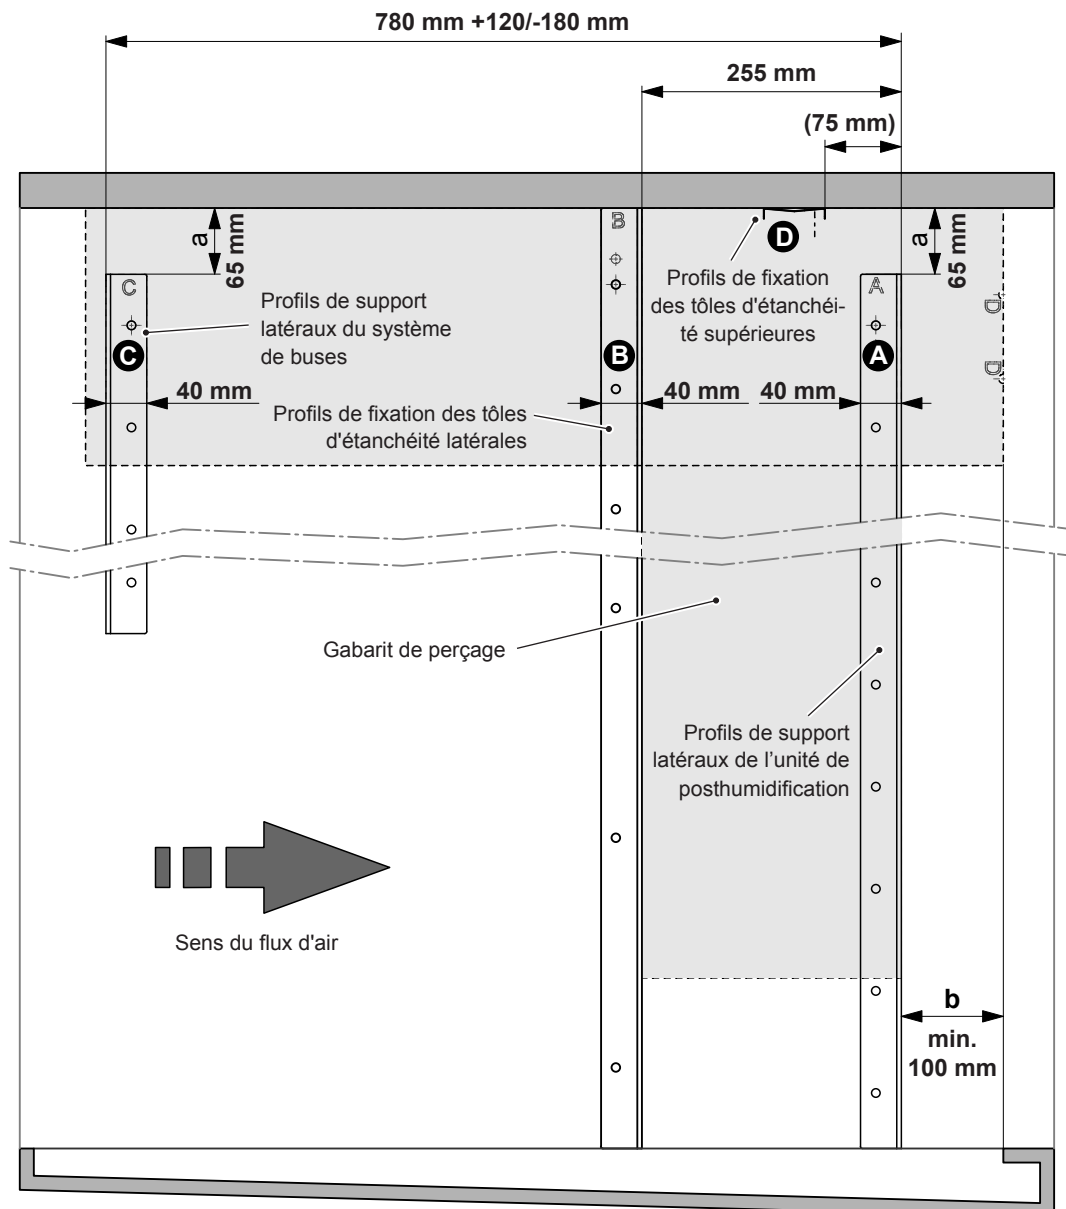
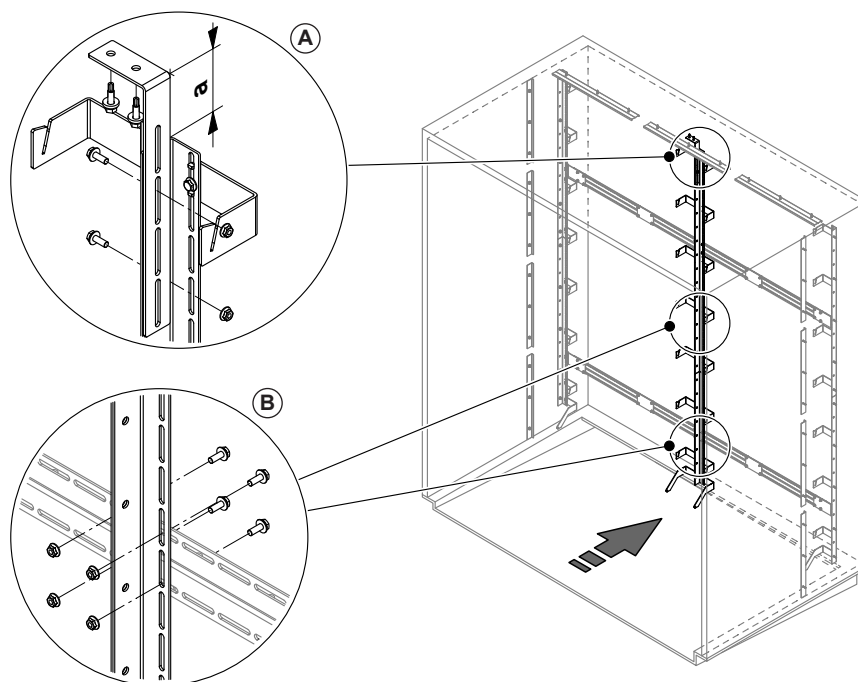

Fig. 5: Positionnement des éléments de fixation (vue latérale)
Fig. 12: Montage du/des support(s) vertical(aux)
- Si nécessaire, desserrer les deux assemblages vissés avec lesquels l'/les équerre(s) est/sont fixée(s) au(x) support(s) vertical(aux) et déplacer l'équerre de telle sorte que la distance "a" séparant le bras de l'équerre du bord supérieur du support vertical soit la même qu'entre le bord supérieur des deux profils de support et le plafond du conduit (voir Fig. 5 et détail A au Fig. 12). Resserrer ensuite de nouveau les deux assemblages vissés.
- Marquer la position horizontale du(des) support(s) vertical(aux) sur les barres transversales (au milieu s'il y a 1 support, régulièrement répartis sur la largeur s'il y en a plusieurs). Caler ensuite le(s) support(s) vertical(aux) sur les barres transversales, avec l'équerre au-dessus, par l'avant (par rapport au sens du flux), glisser vers le haut jusqu'à la butée et fixer aux barres transversales avec quatre vis M6 x 16 mm et écrous pour chacune de celles-ci (voir détail B dans Fig. 12). Ne pas visser à fond.
- Fixer l'équerre du(des) support(s) vertical(aux) au plafond du conduit avec deux vis autoforeuses 6,3 x 25 mm (voir détail A dans Fig. 12).